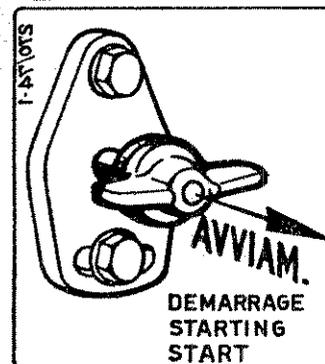

Fig. 5 - AVVIAMENTO
SUPPLEMENTO COMBUSTIBILE. — In corrispondenza della forcella di regolazione portata combustibile è sistemata un'astina scorrevole che ne limita la corsa. Mediante una maniglia esterna l'astina può scorrere in fuori per consentire la corsa completa della forcella; ciò serve ad aumentare la portata della pompa iniezione per facilitare l'avviamento. A motore avviato i primi spostamenti della forcella consentono all'astina di rientrare in posizione di marcia (Fig. 5).
Dare il supplemento combustibile (tirando in fuori la maniglia 14) senza girare, come indicato nella Fig. 5). Contemporaneamente portare il comando acceleratore in una posizione intermedia (leggermente accelerato).
- a) Dare il supplemento combustibile (tirando in fuori la maniglia 14) senza girare, come indicato nella Fig. 5).
- Dare il supplemento combustibile (tirando in fuori la maniglia fig. 5).